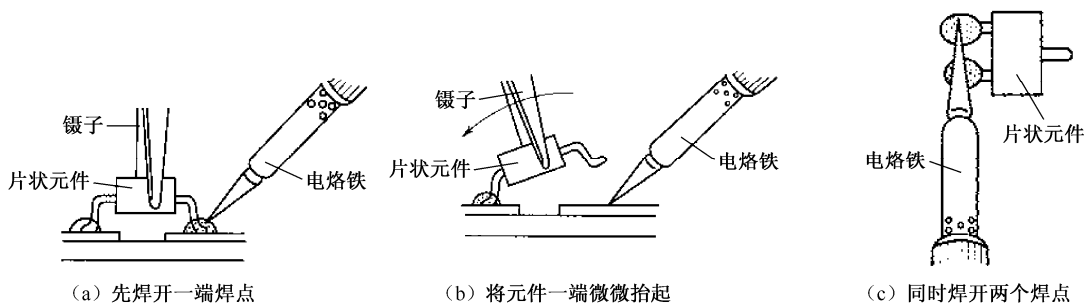

图 1-13 拆卸三极管的方法
3) 取下三极管。取下三极管的方法如图 1-13 所示。首先焊开一个焊点（用镊子夹住另一端），如图 1-13 (a) 所示；然后将一端焊脚撬起，如图 1-13 (b) 所示，注意如果一端抬起过高容易损坏印制板；三极管另一端焊点有两个，要同时焊开两个焊点，元件才能取下，如图 1-13 (c) 所示。